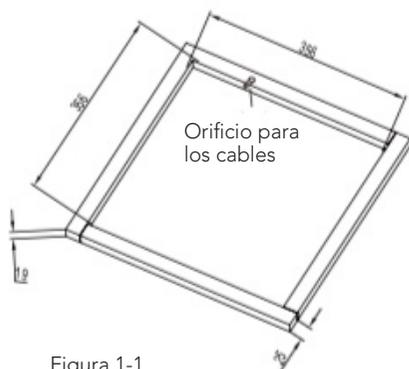

Figura 1-1
2. Debe poder sostener la superficie exterior del techo y el techo interior separados y sostenerlos, de modo que cuando el aire acondicionado y el conjunto del techo estén atornillados, no se caigan. La figura 1-1 muestra un bastidor de soporte típico.